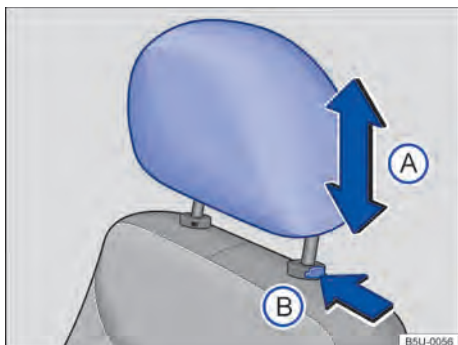

Fig. 38 Ajustar o apoio para cabeça dianteiro.
- Empurrar o apoio para cabeça para cima ou para baixo na direção da seta \Rightarrow Fig. 38 (A) \Rightarrow .